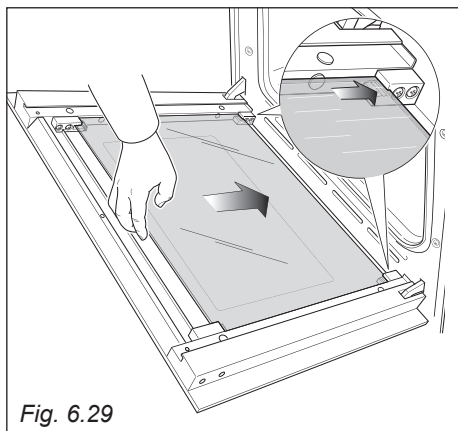

Fig. 6.29
- Inserire delicatamente il vetro intermedio nelle guide dei morsetti superiori (operazione 1 di figura 6.28), poi abbassare la parte inferiore fino a farlo appoggiare all'interno dei morsetti inferiori (operazione 2 di figura 6.28). Poi farlo scorrere in posizione (fig. 6.29).